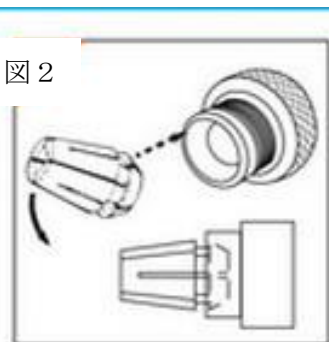

図2
- 5) コレットをホルダーの雄ネジ側にはめ込みます。 雄ネジ側のコレット装着部の穴に円の半分ほどが出っっぱっているのでこの部分にコレットのくびれ部を斜め約45°にあてがいながら押し込むことによって正しく装着できます (図2)。 正しく装着できたらホルダーのかたわれであるナットを軽くつなぎます。 これでホルダーの雄ネジ側、コレット、そしてナットが一体となりました。